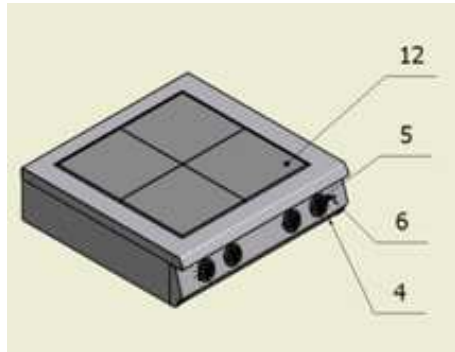

Рисунок 1
5.2. Верхняя рабочая часть модуля (рис.1) представляет собой конструкцию коробчатой формы, внутрь которой устанавливается каркас с отражателями тепла. На каркас устанавливаются электрические конфорки 12, поддон 4 служит для стока жидкости, пролитой на рабочую поверхность (на примере 4-х конфорочной плиты).